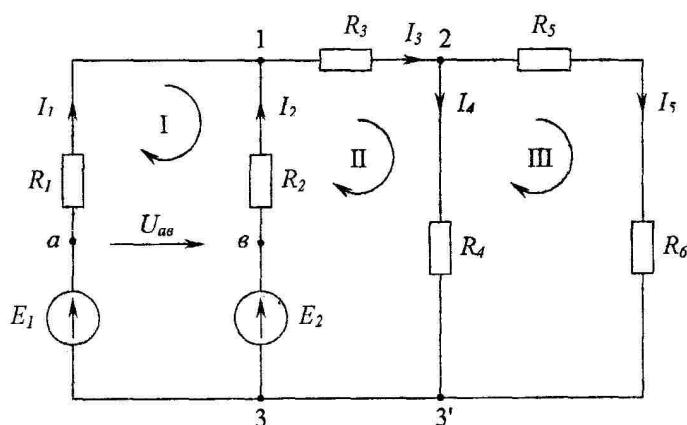

Рис. 2
Различают понятия геометрического и потенциального узлов. Геометрические узлы 3 и 3' (рис. 2), имеющие одинаковые потенциалы, являются одним потенциальным узлом. На схеме рис. 2 четыре геометрических и три потенциальных узла.
Например, для узла 2 (рис. 2)
- Произвольно выбираются направления обхода контуров, например, по ходу часовой стрелки (рис. 2).
Рассмотрим этот порядок расчета для схемы (рис. 2).
Например, для определения напряжения U_{ab} (рис. 2) можно написать уравнения двумя способами: